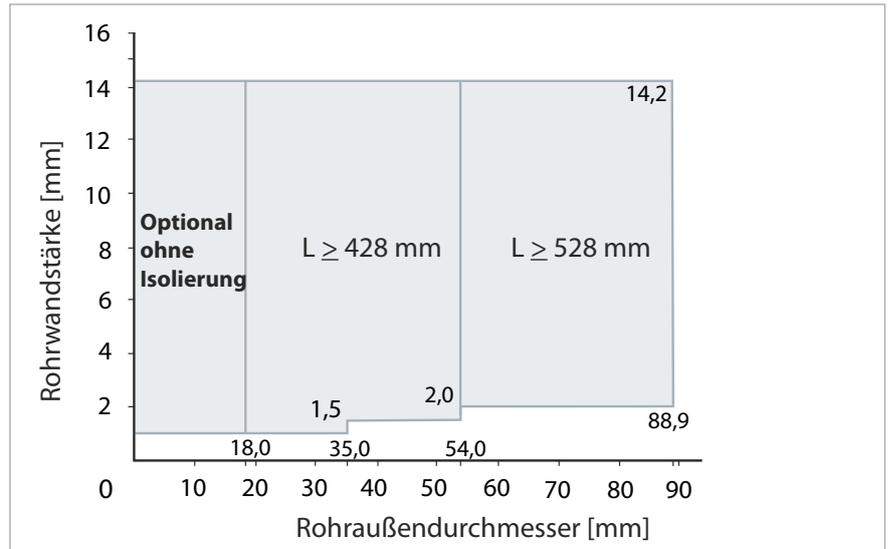

Abb. 6: Isolierungslängen bei nicht brennbaren Rohren
- Zulässig sind Rohre aus weichmacherfreiem Polyvinylchlorid (PVC-U) gemäß EN 1329-1, EN 1453-1, EN 1452-1 sowie DIN 8061/8062 und Rohre aus chloriertem Polyvinylchlorid (PVC-C) gemäß EN 1566-1 bis zu einem Außendurchmesser von 50 mm. Die zulässigen Nennrohrwandstärken gemäß Abb. 6 sind zu beachten.